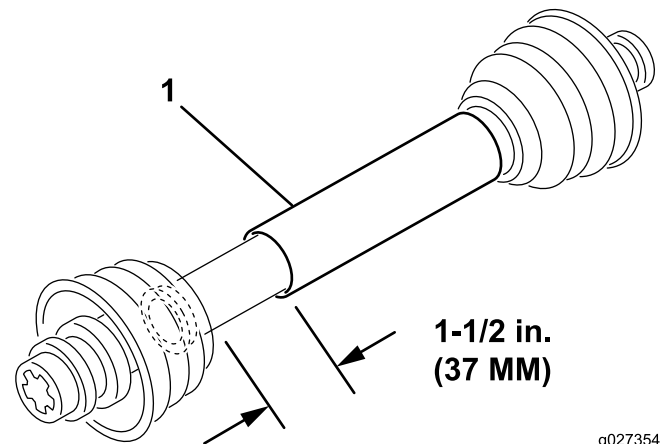

Figura 4
3. Cuando la TDF está en su longitud más corta, las dos mitades deben tener una holgura de al menos 37 mm para que pueda ser comprimido (Figura 4).